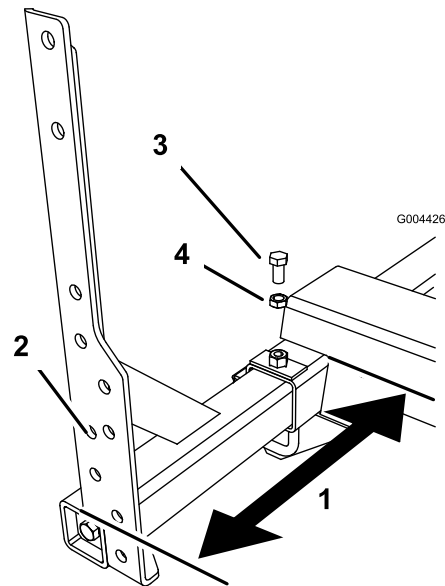

Figura 7
- A. Para pulverizadores de relva série 1200, insira o poste na estrutura até a extremidade da estrutura estar a 19-1/4 pol. da base do compartimento do eixo na estrutura (Figura 7).